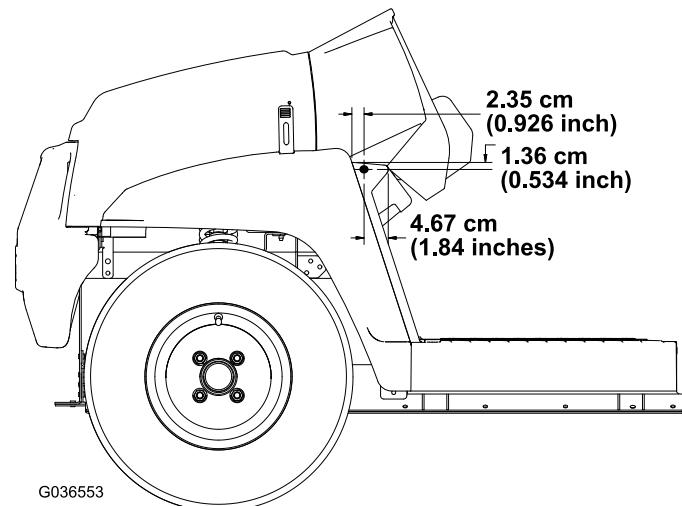

Bild 4
3. Verwenden Sie die in **Bild 4** abgebildeten Abmessungen und bohren Sie ein 5/16" großes Loch in die Außenseite des Trittbretts an der linken und rechten Seite der Maschine.